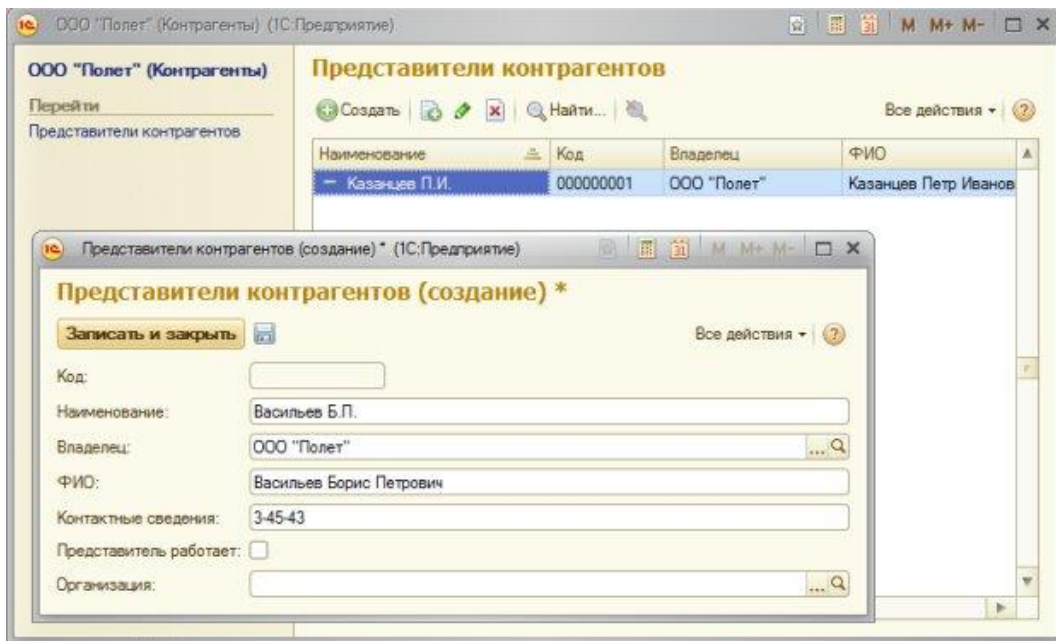

Рисунок 6.11- Форма элемента справочника Контрагенты
9.3 Посмотрим теперь, как выглядит работа с созданными справочниками в режиме **1С:Предприятие**. Особенность здесь заключается в том, что, открывая карточку контрагента, в левой ее части мы видим область **Перейти**, где можно найти ссылку для перехода в справочник **ПредставителиКонтрагентов**, Рисунок 6.11.